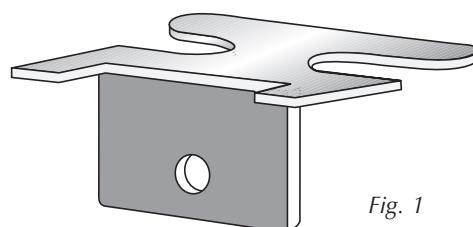
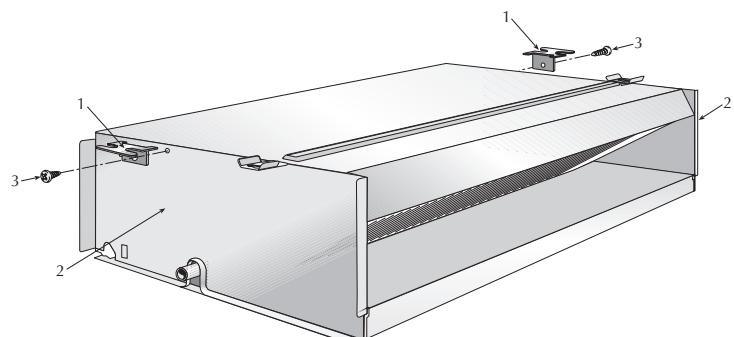

Fig. 1
Fig. 3
- le staffe AMP10 (fig.1) devono essere applicate alle fiancate del telaio (2 fig.3) con una vite (a corredo) (3 fig.3);
- les étriers AMP10 (fig.1) doivent être appliqués sur les flancs de la carrosserie (2 fig.3) à l'aide d'une vis (fournie) (3 fig.3) ;
- secure AMP10 brackets (fig. 1) to the side of the unit (2 fig. 3) by means of a screw (provided) (3 fig. 3);
- Die Bügel AMP10 (Abb. 1) werden an den Seitenwänden des Rahmens (2 Abb. 3) mit einer Schraube (im Lieferumfang enthalten, 3 Abb. 3) befestigt.